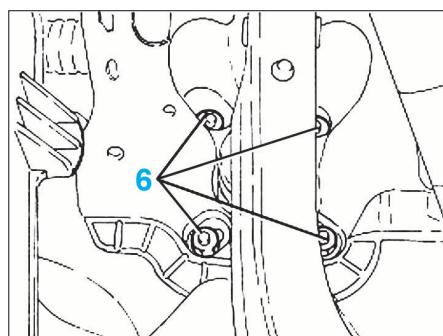

FIG. 14
- Déposer les écrous de fixations (6) du servofrein sur le tablier (Fig.14).